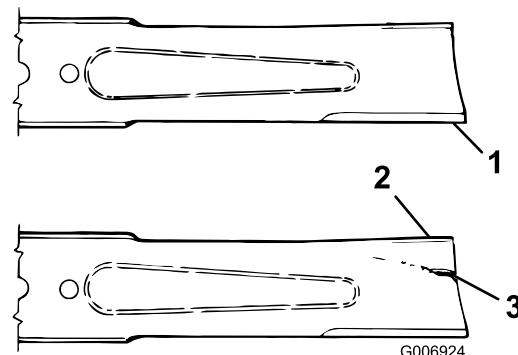

Figura 77
- Examine cuidadosamente los extremos de corte de la cuchilla, sobre todo en el punto de reunión entre la parte plana y la parte curva de la cuchilla (Figura 77).
- Si se aprecia desgaste (Figura 77), cambie la cuchilla; consulte Inspección del plano de la cuchilla (página 71).
Si se permite que la cuchilla se desgaste, se formará una hendidura entre la vela y la parte plana de la cuchilla (Figura 77). Con el tiempo, una parte de la cuchilla puede desprenderse y ser arrojada desde debajo de la carcasa, posiblemente causando lesiones graves a usted o a otra persona.